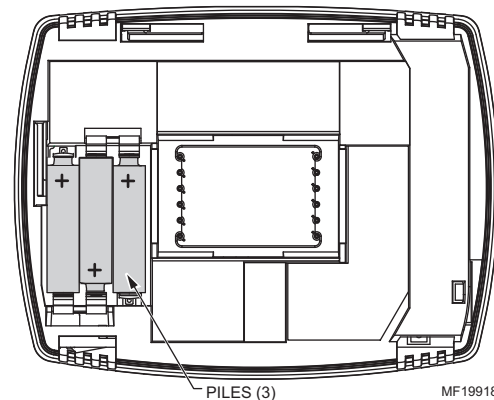

Fig. 22. Insertion des piles.
1. Insérer trois piles alcalines AAA neuves au dos du thermostat, comme l'indiquent les marques sur le thermostat. Voir la Fig. 22.